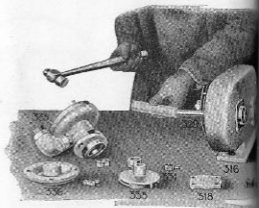

Fig. 55.
Om pumpen av någon orsak skall isärtagas, skruvar man först bort pumplocket (336), slår ut konpinnen i pumppnurrarna (335, se fig. 54), varefter den senare kan dragas ut och pumphuset borttagas från växelkåpan. Innan man kan slå ut axeln i enlighet med fig. 55, måste låsstiftet i ringmuttern (331) tagas bort och den senare gängas av. Detta gäller för alla traktorer t. o. m. No. 4185. Från o. m. traktor No. 4186 är axeln försedd med en fläns i stället för pågångad stoppring. I senare fallet slås axeln ut från motsatt sida än vad som visas i fig. 55.